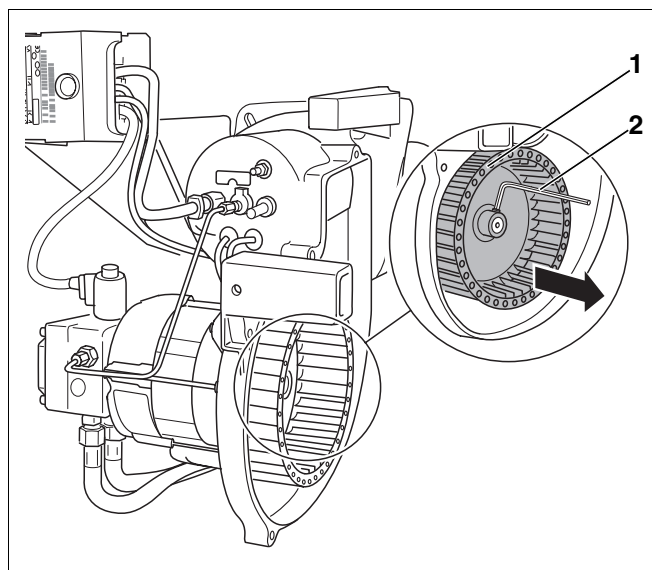

Рис. 23 Проверка крыльчатки вентилятора и ее чистка
- Ослабить крыльчатку вентилятора (рис. 23, поз. 1) ключом для внутреннего шестигранника (рис. 23, поз. 2) и снять с вала.
- Установить крыльчатку (рис. 23, поз. 1) на место.